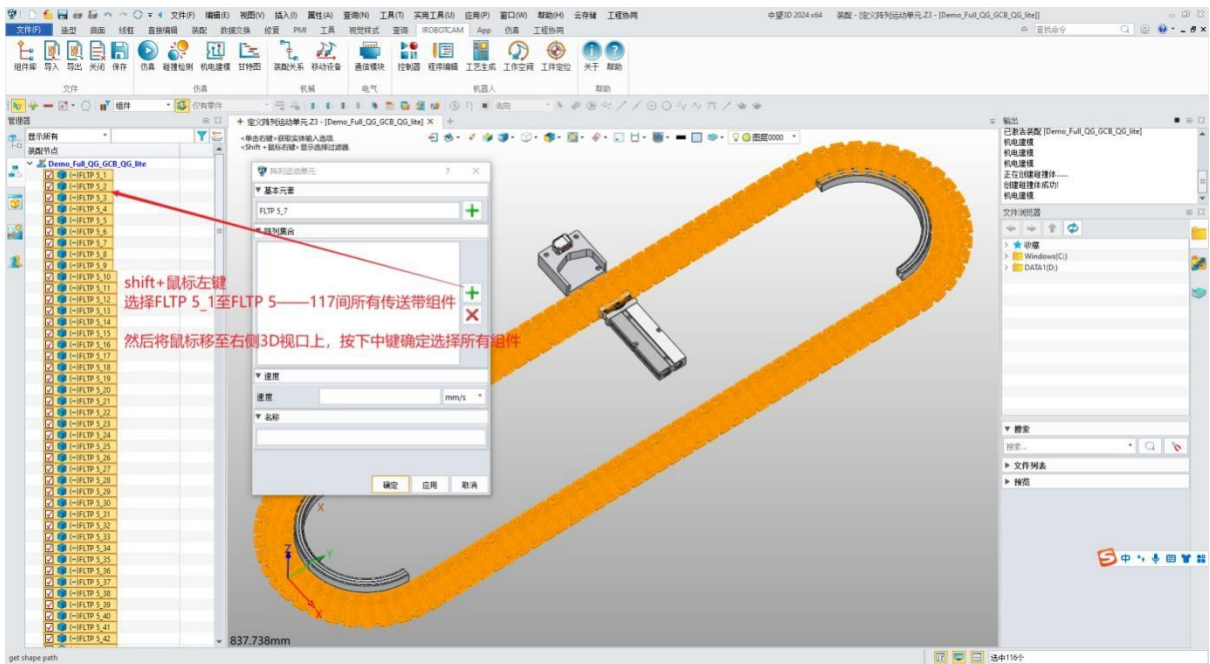

图 7-11：阵列元素
- 通过按鼠标中键在 3D 视口中仔细突出显示并选择每个元素。（图 7-11）